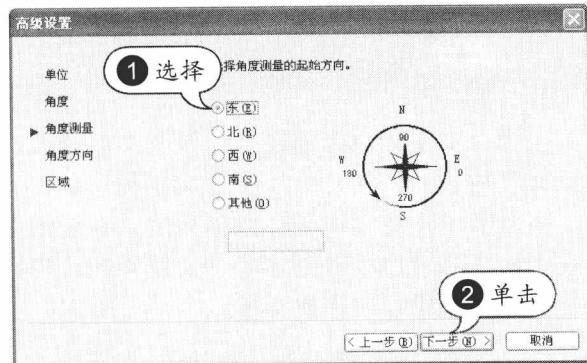

图 1-4 设置起始方向
**STEP 04** 设置角度测量起始方向。选中“东”单选按钮，然后单击“下一步”按钮，如图 1-4 所示。